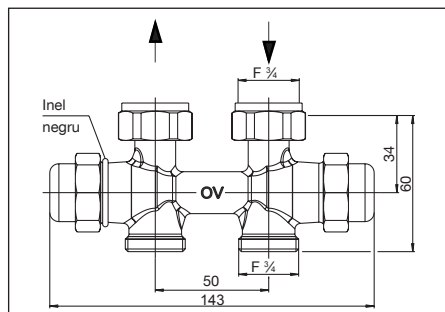
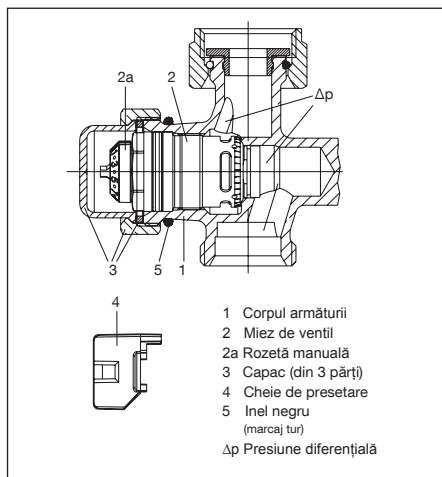
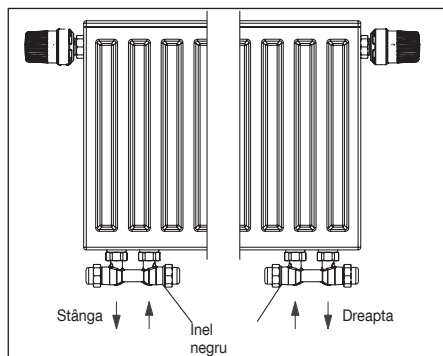

Fig. 3 Model drept
Fig. 5 Structura regulatorului de debit
Fig. 6 Racordarea pe stânga / dreapta
Debitul maxim poate fi reglat cu ajutorul cheii de presetare (poz. 4, fig. 5) (vezi punctul 6.2.1).
După conectarea aparatului de măsurare, se măsoară presiunea diferențială la corpul robinetului. În acest scop, se deșurubează mai întâi capacul (poz. 3, fig. 5), iar apoi se deșurubează miezul de ventil (poz. 2, fig. 5) cu ajutorul unelei „Demo-Bloc” și se măsoară în continuare presiunea diferențială cu ajutorul tijei de măsurare. De îndată ce valoarea măsurată este egală sau mai mare decât presiunea diferențială  $\Delta p$  min. (vezi 4.1), presiunea diferențială este suficientă pentru reglarea automată a debitului cu ajutorul armăturii.
Sensul de curgere prin robinetul „Multiflex FQ” trebuie să fie cel specificat (vezi fig. 3, 4 și 6). Este obligatorie respectarea poziției racordului de tur și retur. Țeava de tur trebuie racordată la armătură pe partea regulatorului de debit, marcată cu un inel negru (poz. 5, fig. 5). Robineții colțari sunt disponibili în variantele pentru racordare pe partea stângă sau dreaptă (pentru racordare vezi fig. 6).
2. Deșurubați de pe corpul robinetului miezul de ventil „QA” (poz. 2, fig. 5) și miezul de izolare „Combi LR” de pe partea opusă folosind o cheie mărimea 19.
4. Demontați inelul negru (poz. 5, fig. 5) ce servește la marcarea racordului de tur și montați-l pe partea opusă (miezul de ventil „QA”).
Conductele trebuie instalate paralel și nu au voie să fie tensionate. Este obligatorie respectarea poziției racordului de tur și de retur pentru ca sensul de curgere prin armătură să fie cel corect. Partea la care trebuie racordată conducta de tur este marcată pe armătură cu un inel negru (poz. 5, fig. 5).
Se îndepărtează mai întâi capacul de pe tur (marcat cu inel negru, poz. 5, fig. 5).
Se efectuează presetarea dorită cu ajutorul cheii de presetare (poz. 4, fig. 5). Presetarea se poate efectua doar prin poziționarea cheii de presetare aferente pe rozeta manuală (poz. 2a, fig. 5). Acest lucru protejează robinetul împotriva manipulării de către persoane neautorizate.
1. Îndepărtați capacul de pe tur (marcat cu inel negru, poz. 5, fig. 5).
Miezul de ventil (poz. 2, fig. 5) se poate deșuruba de pe corpul armăturii (poz. 1, fig 5) cu ajutorul unelei „Demo-Bloc”, fără a fi necesară golirea instalației.